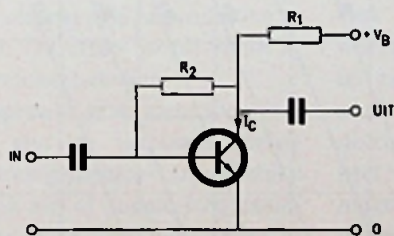

FIG. 9
- Bij de versterkschakeling volgens fig. 9 mogen de lekstroom en de basis-emitterspanning van de transistor als verwaarloosbaar worden aangenomen. De stroomversterkingsfactor van de transistor in gemeenschappelijke emitterschakeling is gelijk aan α_E . Gevraagd de collectorgelijkstroom I_C uit te drukken in V_B , α_E , R_1 en R_2 .